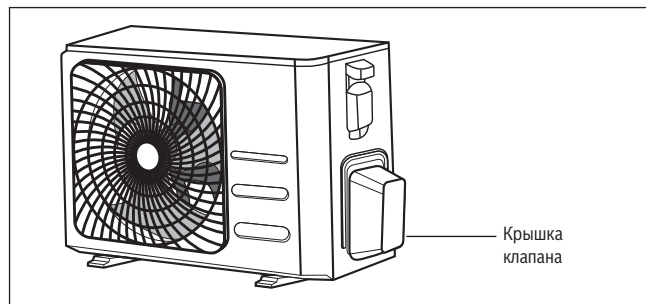

Рис. 35.
1. Открутить крышку сальниковых клапанов со стороны наружного блока. (См. **рис. 35**)